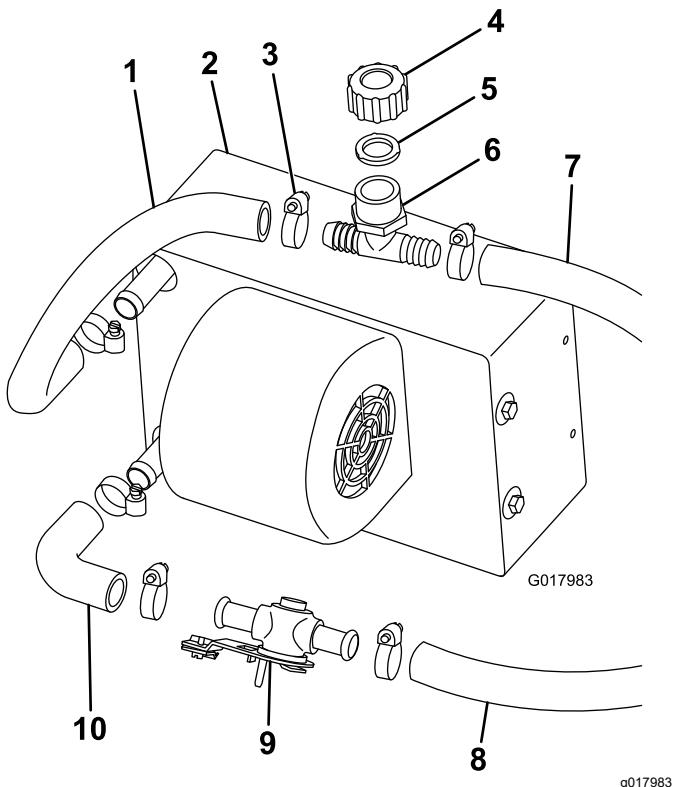

Figura 20
1. Conecte el codo al acoplamiento inferior del calentador con una abrazadera (Figura 20).
2. Conecte la válvula del calentador al codo con una abrazadera (Figura 20).
3. Corte un trozo de manguera ($\frac{5}{8}$ ") de 36 cm de largo y sujételo al acoplamiento superior del calentador con una abrazadera (Figura 20).
4. Conecte el acoplamiento en T de llenado blanco, la junta y el tapón a la manguera superior del calentador con una abrazadera (Figura 20).